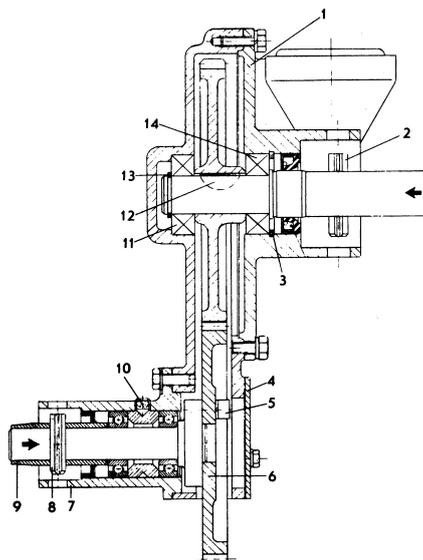

Figure 33. Démontage manuel, MD3B (nouveau modèle)
1. Enlever les vis et déposer le couvercle (1, figure 33), en même temps que le pignon et l'arbre.
2. Extrairez la goupille (2) et pousser l'arbre dans la direction indiquée par la flèche.
3. S'il faut démonter les paliers, (11 et 14), commencer par enlever le jonc de verrouillage (3).